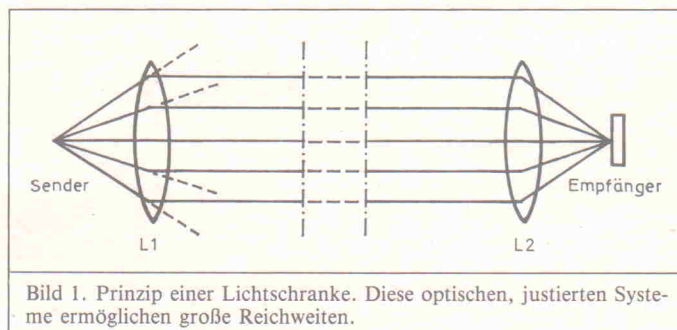

Bild 1. Prinzip einer Lichtschranke. Diese optischen, justierten Systeme ermöglichen große Reichweiten.
Bild 1 zeigt das Prinzip einer Lichtschranke. Eine Glühlampe als Sender strahlt ihr Licht in alle Richtungen des Raumes. Bringt man eine Sammellinse L1 so vor der Lichtquelle an, daß diese im Brennpunkt der Linse liegt, so läßt sich ein größerer Raumwinkel nutzen. Auf der Empfängerseite ist vor dem fotoempfindlichen Element eine weitere Sammellinse L2 angeordnet; diese Maßnahme wirkt sich wie eine Vergrößerung der Empfängerfläche aus.
Auf die in Bild 1 beschriebene Weise kann mit Linsen oder Parabolspiegeln die Reichweite von Lichtschranken um Größenordnungen gesteigert werden. Für die praktische Ausführung solcher Systeme ge-
unendlicher) Entfernung; am Ort der Linse besteht daher das Lichtbündel praktisch aus parallelen Strahlen. Die Linse erzeugt ein Bild der Lichtquelle im Brennpunkt F. (Hinweis 1: Mit der Sonne als Lichtquelle kann nach diesem Linsengesetz der Abstand des Brennpunktes F von der Linse ermittelt werden; dieser Abstand entspricht annähernd der Brennweite f. Hinweis 2: Die Wirkung der Linse L2 in Bild 1 beruht auf diesem Gesetz.)
- C Die Lichtquelle befindet sich im Brennpunkt F (Abstand f). Die Linse erzeugt ein Bündel paralleler Strahlen. (Hinweis: Auf diesem Gesetz beruht die Wirkung der Linse L1 in Bild 1.)